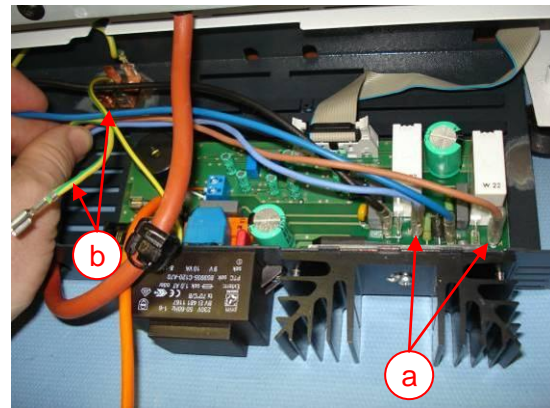

Abb. 27 – Heizleitung entfernen
- Die Leitung zur Heizung auf der Leiterplatte ausstecken (Abb. 27 a).
- Erdungsleitung der Heizleitung am zentralen Erdungspunkt (Abb. 27 b) ausstecken